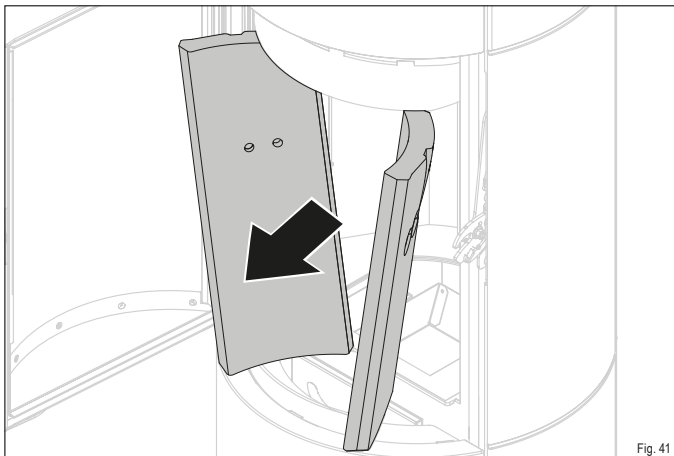

Fig. 41
- ▶ Retirez les deux pierres thermique latérales (Fig. 41).